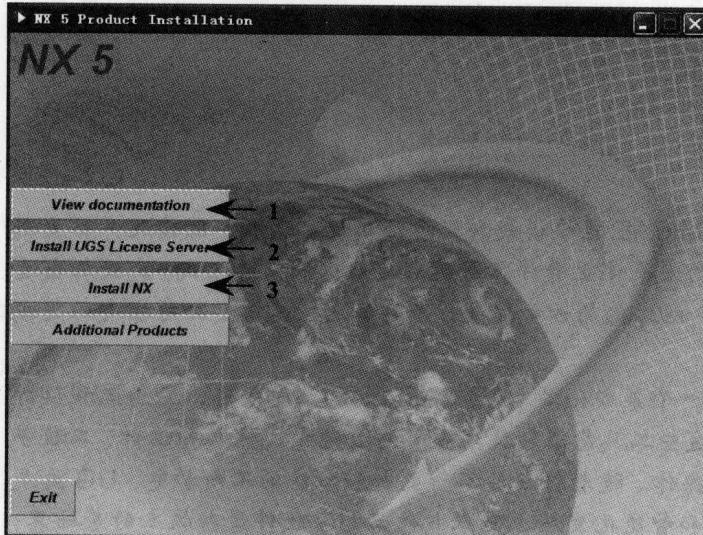

图 1-1 安装程序选择界面
(1) 将 UG NX 5 安装光盘放进光驱，在光盘中找出许可证文件 ugnx5.lic 的所在位置，然后将其复制到硬盘中。
(2) 用写字板打开 ugnx5.lic 文件，接着将文件开头第一行 SERVER 《name》ANY 27000 的《name》改为主机名称，然后保存退出。
(3) 光盘放进光驱后会自动运行，然后出现如图 1-1 所示的安装界面，按顺序进行 UG NX 5 软件的安装。